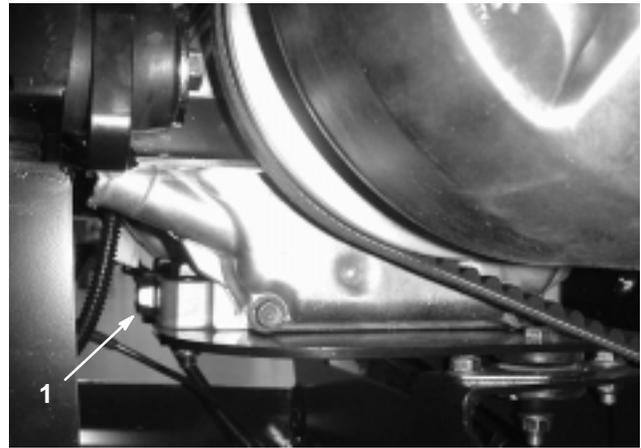

Bild 27
5. Entfernen Sie die Ablassschraube (Bild 27) und lassen das Öl in ein Auffanggefäß ab. Drehen Sie die Ablassschraube, nachdem das Öl vollständig abgelaufen ist, ein und ziehen sie dann mit 17,6 Nm an.